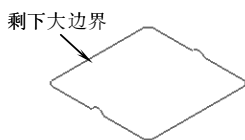

图 3-179 删除小边界
2) 在边界 3 中选中小边界，单击 Delete 键删除，使其仅剩下大边界，如图 3-179 所示。